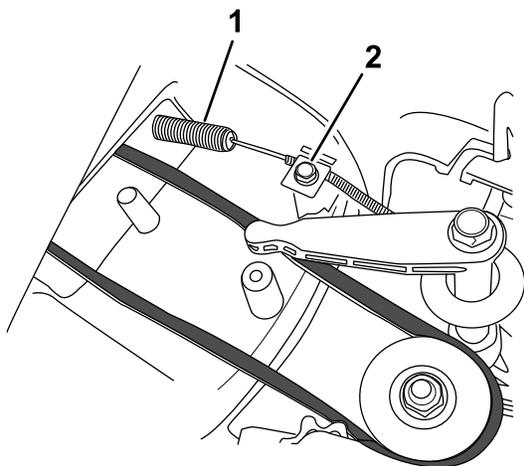

Figure 34
4. Remplacez le câble du frein de lame, mais ne serrez pas le serre-câble au sommet du carter du plateau de coupe (Figure 34).
5. Desserrez la vis du serre-câble (Figure 34).